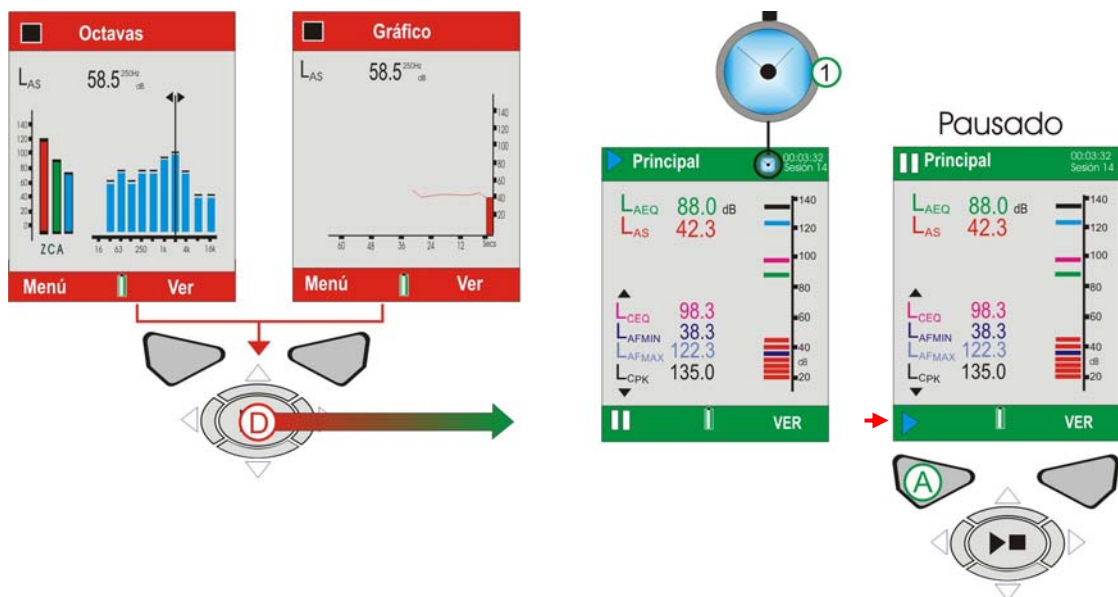

Figura 12 Pantallas de Operación
J. PANTALLAS DE OPERACIÓN (Consultar la Figura 12)